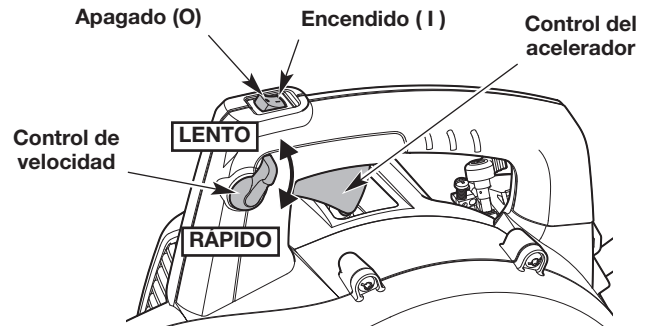

Fig. 3
**NOTA:** No es necesario encender la unidad. El interruptor de encendido/apagado está en la posición ENCENDIDO (1) en todo momento (Fig. 3).
4. Mueva el control de crucero a la posición **LENTO** (Fig. 3).
**NOTA:** Mantenga el control de crucero en posición **LENTO** y **NO** presione el control del acelerador hasta el paso 9 (Fig. 3).
8. **NO** apriete el control del acelerador. Ponga el motor en una marcha lenta durante 5 a 10 segundos. Si la unidad se detiene durante ese período, oprima y mantenga oprimido el control del acelerador o mueva el control de crucero a la posición **RÁPIDO** (Fig. 3) y tire de la cuerda de arranque con un movimiento controlado y firme hasta que la unidad se ponga en marcha.
9. Apriete y mantenga oprimido el control del acelerador o mueva el control de crucero a la posición **RÁPIDO** (Fig. 3). Deje que el motor se caliente durante 30 a 60 segundos.
2. Oprima y mantenga apretado el interruptor de encendido/apagado en la posición **APAGADO (0)** hasta que el motor se pare por completo (Fig. 3).
- Use el control de velocidad para facilitar la operación continua (Fig. 3).